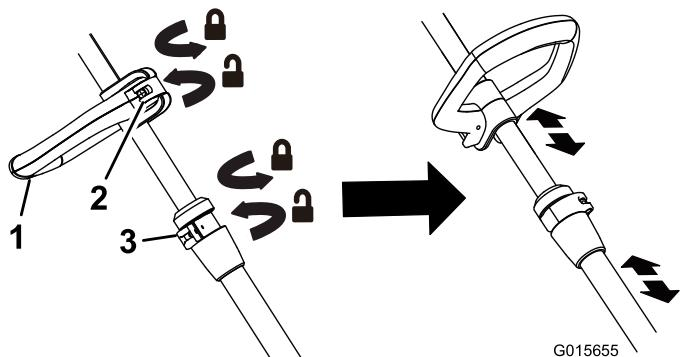

Figura 4
- Para ajustar la altura de la empuñadura auxiliar, abra el pestillo de la empuñadura auxiliar, deslice la empuñadura auxiliar hacia arriba o hacia abajo hasta obtener la altura deseada y sujetela en su sitio cerrando el pestillo (Figura 4).
- Para ajustar la altura de la desbrozadora, abra la palanca de ajuste y deslice el mango hacia arriba o hacia abajo a la altura deseada, luego cierre la palanca (Figura 4).